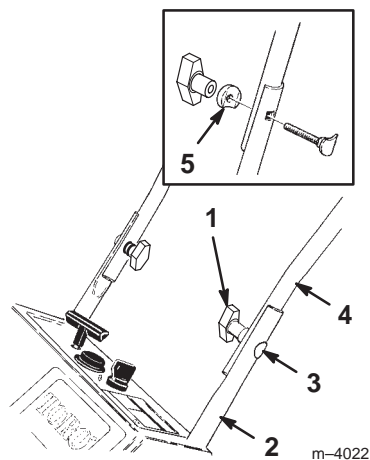

Bild 2
1. Positionieren Sie den oberen Griffteil an der Innenseite des unteren Griffteils und fluchten die Löcher ab (Bild 2).
2. Stecken Sie die Ovalkopfschrauben in die ausgefluchteten Löcher im Griff, wobei sich der Schraubenkopf an der Außenseite des Griffs befinden muss (Bild 2).
Hinweis: Stellen Sie sicher, dass Sie die Ovalkopfschrauben und Wölbscheiben einwandfrei ausfluchten (siehe Ausschnitt im Bild 2).